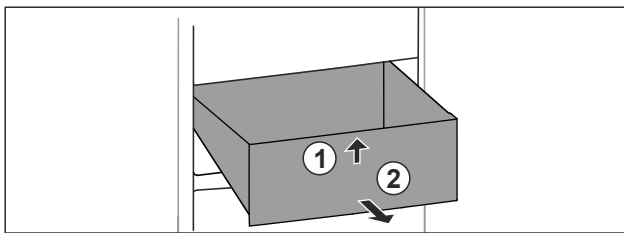

Fig. 136
- ▶ 抬起抽屉前部。 Fig. 136 (1)
- ▶ 朝前取出抽屉。 Fig. 136 (2)